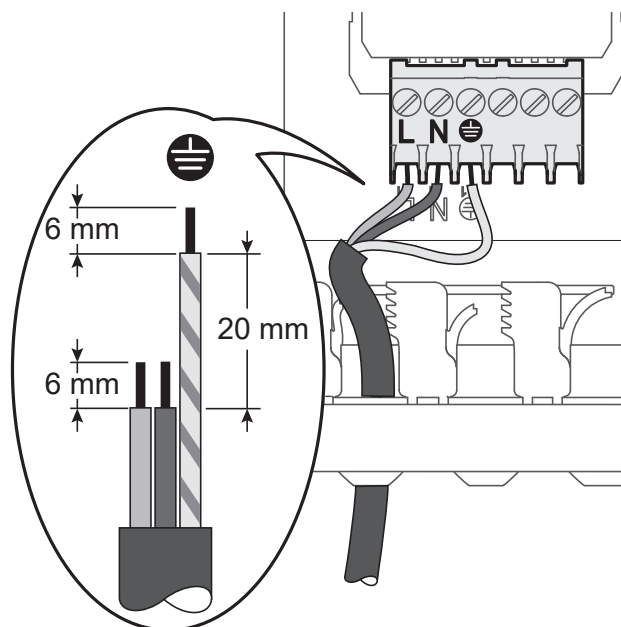

fig. 21 - Alimentation électrique 230 V -50 Hz
- Raccorder le câble d'alimentation (voir fig. 21).